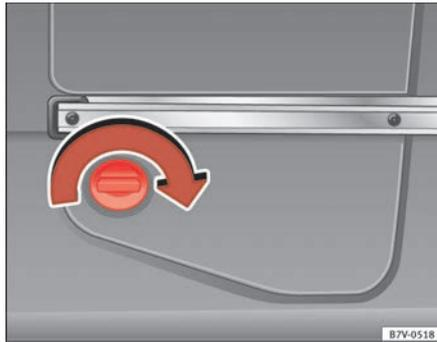

Abb. 171 Hinten links im Gepäckraum: AdBlue-Tank hinter einer Abdeckung.
- Schnellverschluss der Abdeckung im Uhrzeigersinn drehen ⇒ Seite 313, Abb. 171 und Abdeckung nach vorn öffnen.